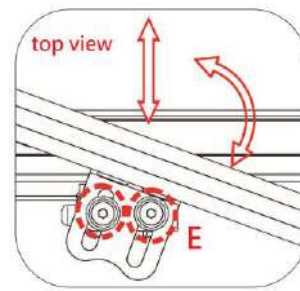

Figura 5-136
- Use una llave Allen número 4 para aflojar los tornillos E. La almohadilla del soporte lateral de cadera se puede rotar o mover hacia afuera/adentro. (Figura 5-136). Vuelva a apretar los tornillos.